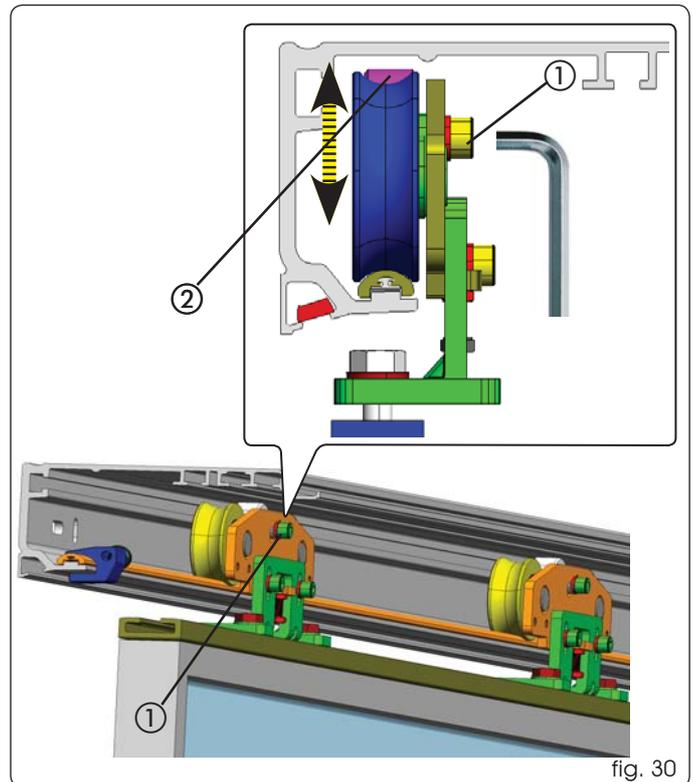

fig. 30
- Desserrer la vis M6 (fig. 30 réf. ①).
- Régler le support de la roue en hauteur de manière à ce que la roue s'approche le plus possible du profil principal sans le toucher (fig. 30 réf. ②).
- Une fois que la hauteur de la roue a été réglée, serrer la vis M6 (fig. 30 réf. 1).